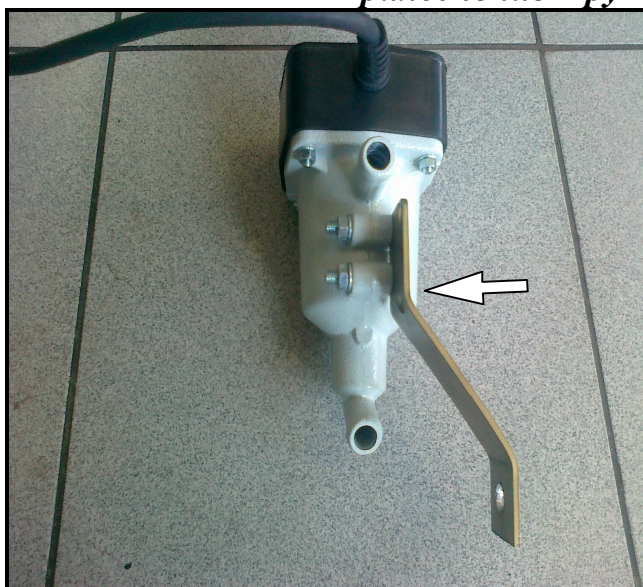

Рис.1 Положение подогревателя на кронштейне
3.3. Закрепить кронштейн на подогревателе при помощи болтов и гаек на соответствующие отверстия (рис.1).